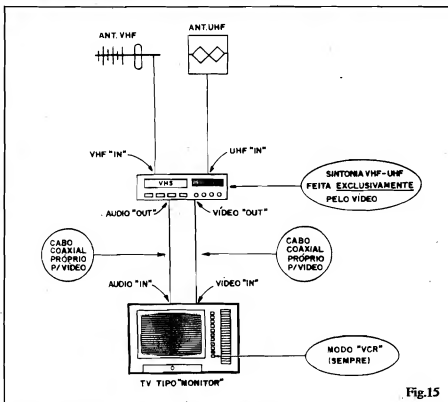

Fig.15
- FIG. 15 - Qualquer "link" de sinal de alta frequência (VHF ou UHF) via cabo, é sempre um "ponto frágil" nos sistemas de captações, descasamentos, interferências, "reverberações" do sinal dentro da própria cabagem, etc. Assim, quando for possível conduzir os sinais já processados, decodificados, e elevados em nível, devemos optar por esse sistema, que permite transferência de sinal com qualidade muito superior... Muitos dos receptores de TV mais modernos já são dotados de entradas específicas para sinais processados de ÁUDIO e VÍDEO (via dois jacks RCA, normalmente localizados próximos às entradas "normais" de antena (VHF-UHF). Se o Leitor tem um televisor desse tipo, as coisas ficam extremamente simples (e os resultados finais ainda melhores...), desde que também possua um vídeo-cassete. A figura ilustra as conexões a serem feitas: os cabos provenientes das antenas de VHF
No arranjo sugerido na fig. 15, é importante que a TV seja sempre chaveada para funcionamento como "MONITOR", ou que a tecla "VCR" ou "VÍDEO" seja mantida apertada, junto ao seletor ou teclada da TV. Toda a sintonia (VHF ou UHF) passa a ser feita exclusi-
vamente pelo VCR que, obviamente, só permitirá o funcionamento do sistema, quando estiver **ligado**. As modernas tendências dos fabricantes inclusive na direção de "standardizar" as inter-conexões (sistema de antenas/VCR/TV), levam a um futuro próximo - praticamente obrigam as conexões a serem feitas como na fig. 15.